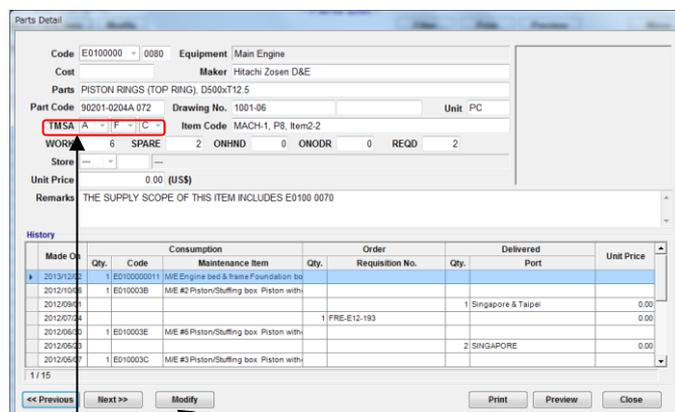

図.12-5 Parts ダイアログ
- (10) アイテムを選び[Detail Parts Data]ボタンを選択すると “Parts ダイアログ”(図 12-5)が表示されます。
- (11) SMS カテゴリーのみ変更可能です。変更したい場合は[Modify]を選択してください。
- (12) 印刷したい場合は[Print]を選択してください。
- (13) 印刷画面を確認したい場合は[Preview]を選択してください。
- (14) 画面を終了させる場合は[Close]を選択してください。
- (15) 部品検索には"Code Search"機能または"Filter"機能をご使用ください。 (18 章参照)
- (16) [Undelivered]のラジオボタンを選択してください。